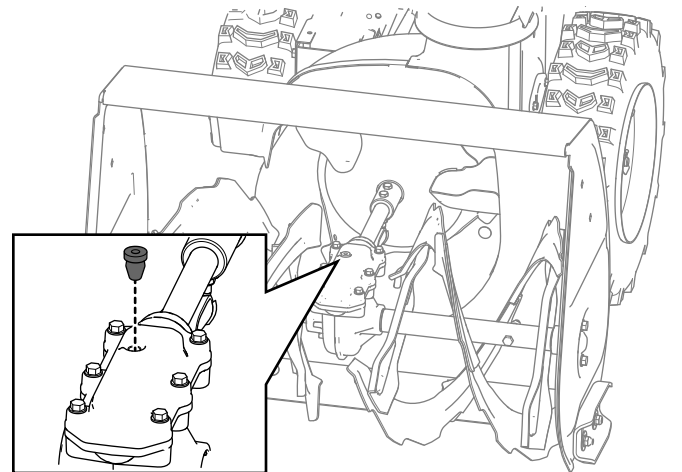

Bild 30
2. Reinigen Sie den Bereich um den Rohrverschluss und entfernen Sie den Rohrverschluss vom Getriebe (**Bild 30**).